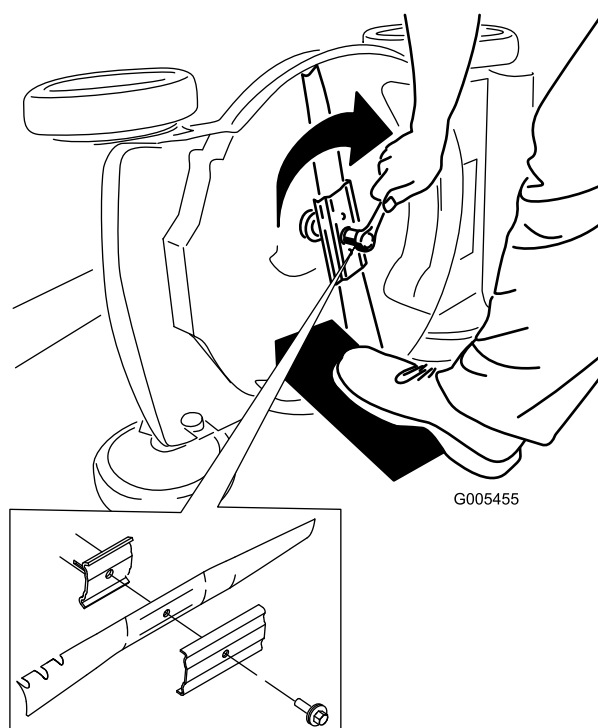

Figura 22
5. Montate la nuova lama usando la bulloneria di montaggio (Figura 22).